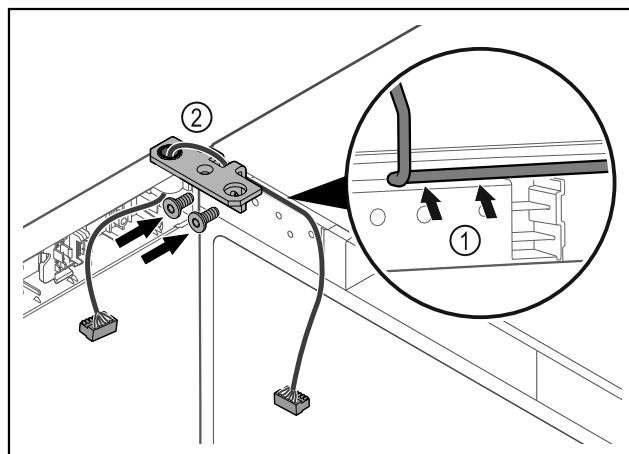

Fig. 44
- Vezesse át a kábelt a csuklópánton lévő nyíláson, majd óvatosan fektesse le Fig. 44 (1).
- Csavarozza fel a csuklópántot Fig. 44 (2).